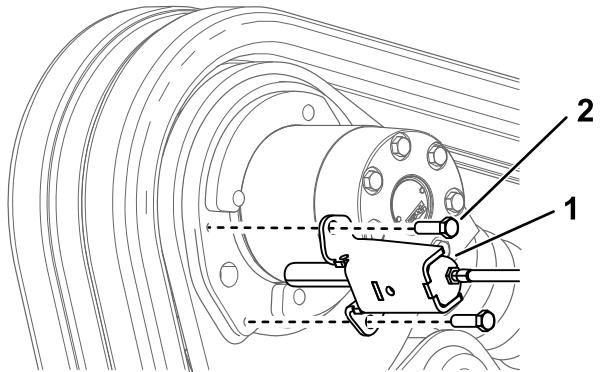

Figura 10
- Fissate il supporto del freno sul gruppo motore, con il lato aperto rivolto verso il motore dei cingoli, utilizzando i 2 bulloni rimossi in precedenza (Figura 10).